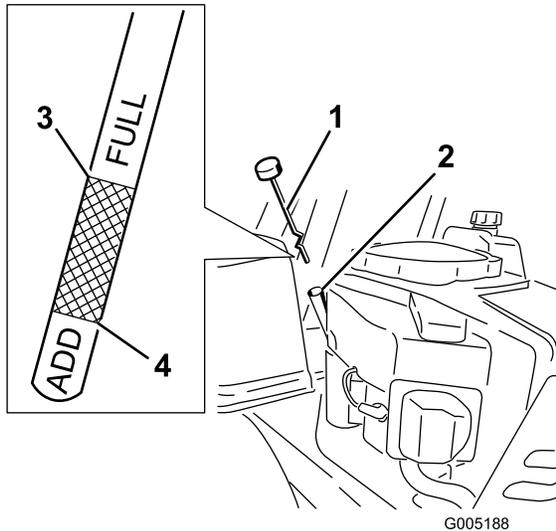

Figura 24
- Retire la varilla y compruebe el nivel de aceite. Figura 24.
- Retire el tapón de llenado/varilla (Figura 24).
14. Vierta lentamente un 80% aproximadamente de la cantidad especificada de aceite por el tubo de llenado (Figura 24).
15. Instale el tapón de llenado/varilla (Figura 24).
16. Compruebe el nivel de aceite (Figura 24); consulte Verificación del nivel de aceite.
18. Instale el tapón de llenado de aceite y apriételo firmemente. Figura 24